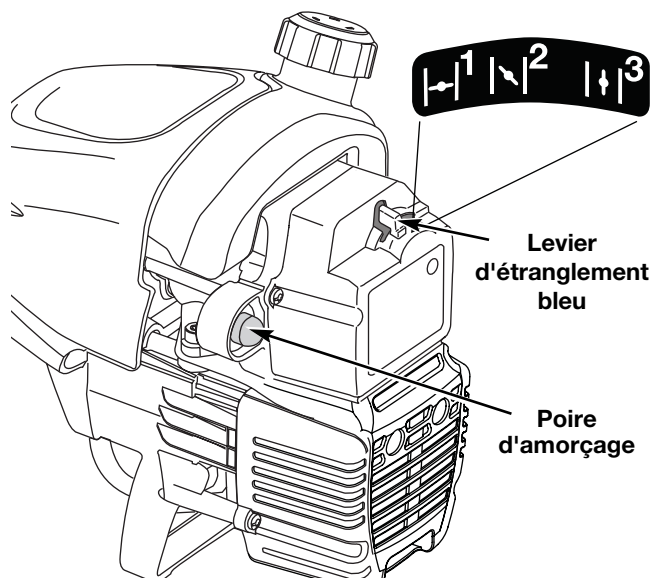

Fig. 7
2. Pressez et relâchez la poire d'amorçage à 10 reprises, lentement. Une certaine quantité d'essence **devrait être visible dans la poire d'amorçage** et les conduites d'essence (Fig. 7). Si vous n'apercevez pas d'essence dans la poire, pressez et relâchez la poire autant de fois qu'il le faut pour y voir de l'essence.
3. Placez le levier d'étranglement bleu en **position 1** (Fig. 7).
5. Placez le levier d'étranglement bleu en **position 2** (Fig. 7).
8. Une fois que le moteur est chauffé, placez le levier bleu d'étranglement en **position 3** (Fig. 7). La machine est prête à être utilisée.
SI... le moteur hésite, remettez le levier en position 2 (Fig. 7) et continuez à le chauffer.